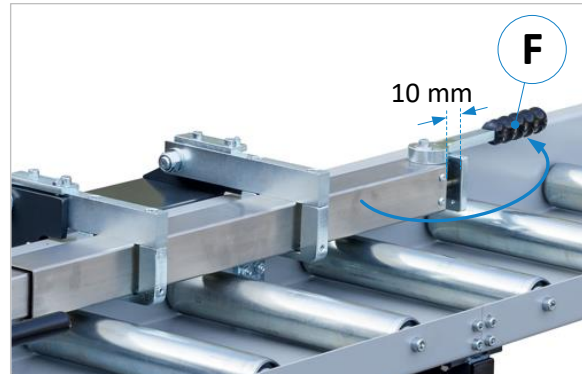

Abbildung 23: Hebel für Frestellhub (Option SZ 05)
- **Option SZ 05:** Vor Schnittauslösung den 10 mm Frestellhub durch Schwenken des Exzenterhebels (F) nach hinten herstellen (⇒ Abbildung 23).
- **Standard:** Mit dem Handgriff (G) kann der Anschlag an beliebiger Position nach oben weggeklappt werden.